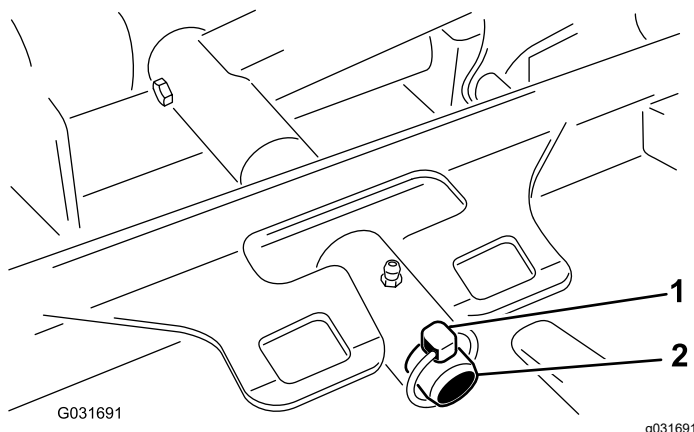

Figure 97
3. Retirez la goupille à anneau qui fixe le bâti porteur du tablier de coupe à l'axe de pivot du bras de levage (Figure 97).
3. Poussez le bâti porteur du tablier de coupe sur la tige de pivot et fixez-le avec une goupille à anneau (Figure 97).